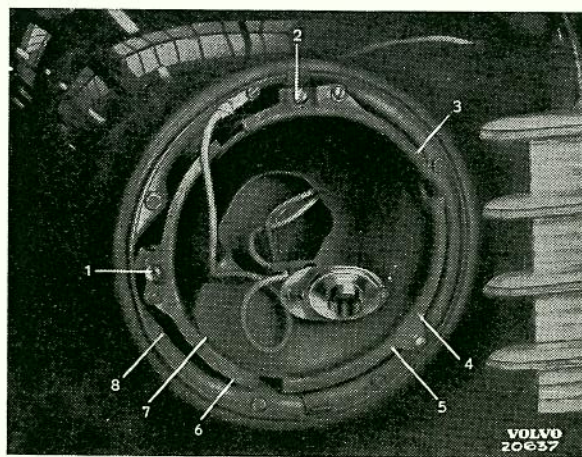

Bild 15. Lamphållare med ledningar, tid. utf.
5. Lossa skruvarna (1 och 2 bild 15 och 17) för strålkastarens inställning 8—10 varv. Kroka av fjädrarna (3—6) från glidkåpan (7). Lyft bort glidkåpan från skyddskåpan (8).